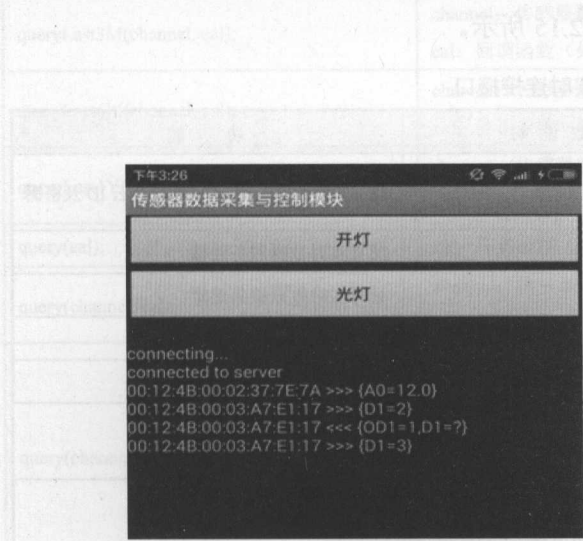

图 2.41 传感器读取与控制模块
(2) 单击“传感器读取与控制”按钮，跳转到传感器读取与控制界面，此 Activity 调用的是实时连接接口中的方法，单击开灯、关灯，显示实时控制的指令输出，如图 2.41 所示。